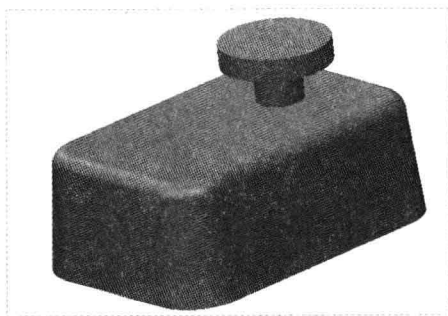

图 8-24 创建同轴轴特征
Step 05 单击“轴：草绘”对话框中的“确定”按钮，即可创建同轴轴特征，效果如图8-24所示。